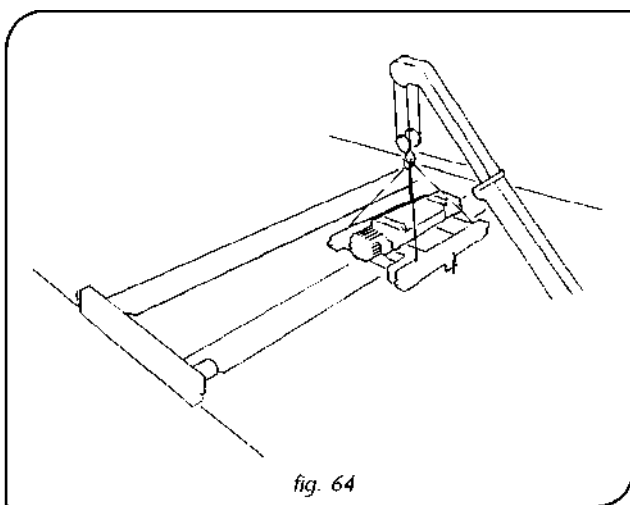

fig. 64
2. Jeden z operatorów, za pomocą przenośnego rusztowania lub platformy podnośnikowej, wspina się na wysokość montażową, podczas gdy drugi operator podnosi powoli zespół wózka/wciągarki, unikając drgań, aż osiąga on wysokość dźwigarów suwnych wózka (rys. 64).